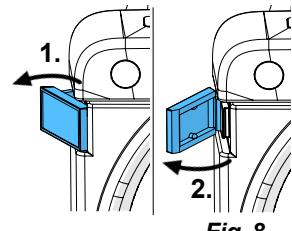

Fig. 8
- Aprire le chiusure dello sportello (Fig. 8) e rimuovere lo sportello della squadramodelli.
- Svitare il tubo erogatore (18) all'indietro sul lato curvo.
- Avvitare l'utensile errettore (11) nella flangia (23) fino a che la flangia non si stacca dall'albero.